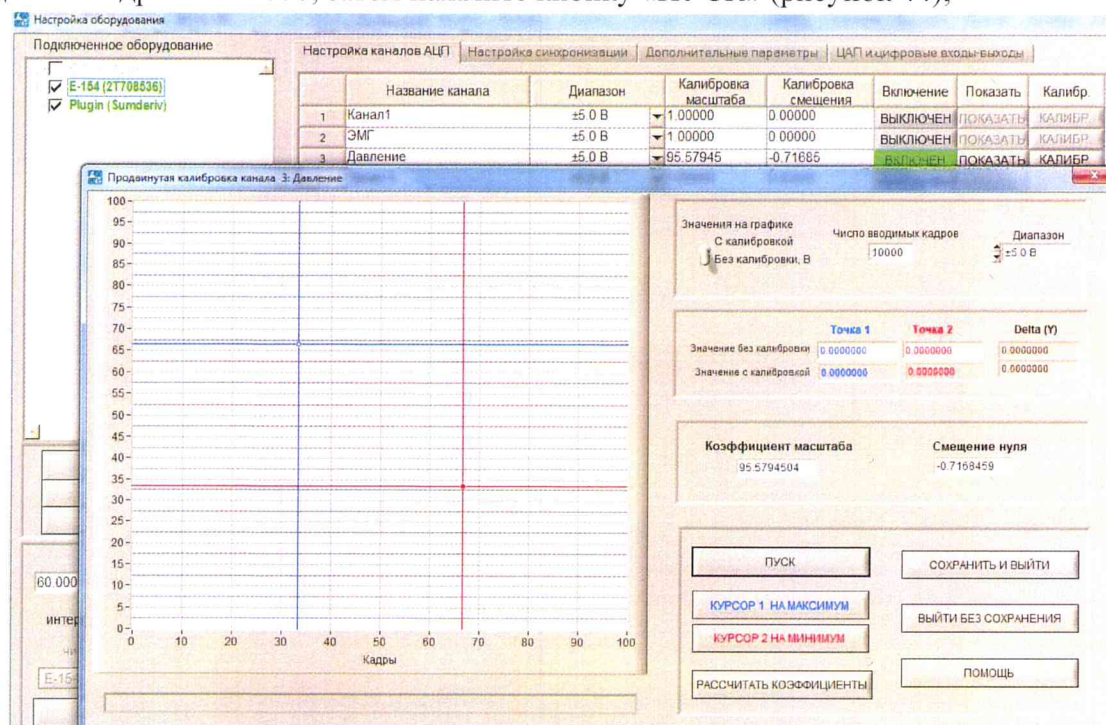

Рисунок 44. Продвинутая калибровка канала
- 4) В открывшемся окне «Продвинутая калибровка канала» выставите значение «Число выводимых кадров» на 1000, затем нажмите кнопку «ПУСК» (рисунок 44);